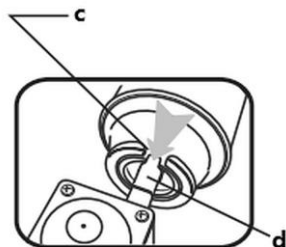

Рис. 7
1. Установить поворотный регулятор (17) в положение ВЫКЛ. (16), а рычаг блокировки баллона (20) в положении UNLOCK (14).
2. Открыть крышку держателя баллона (6);
3. Поместить газовый баллон (7) в держатель баллона (8) углублением фланца баллона (с), направленным вверх, чтобы кончик клапана (d) газовой плиты легко вошел в углубление (с). (Рис. 7)